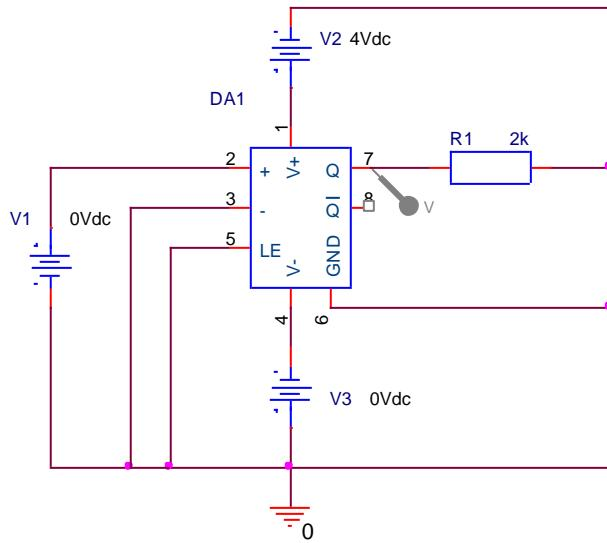

Рисунок 4 – Схема включения компаратора MAX909
6. Изучить способы измерения основных характеристик и параметров, а также схемы (рис.4,5) экспериментального исследования компараторов.